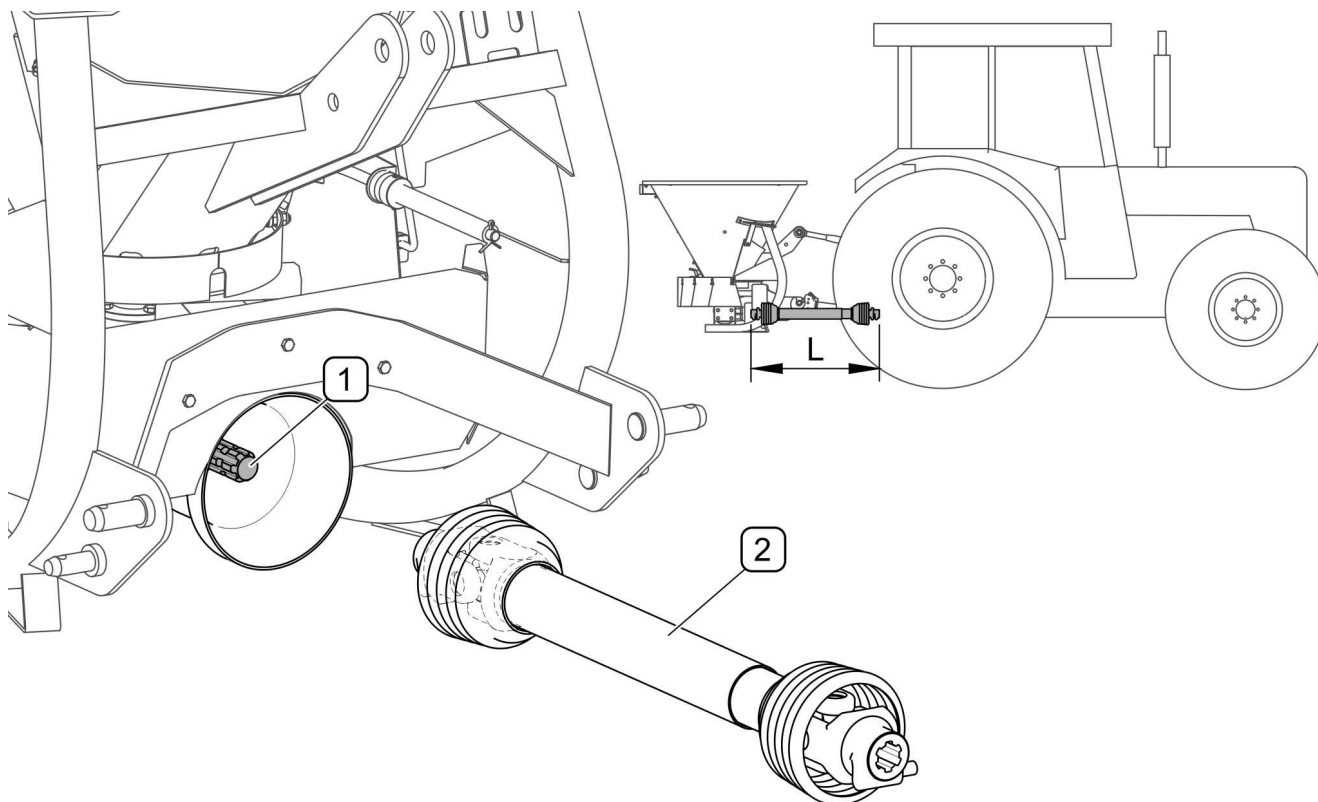

FIGURA 4.3 Conexión el árbol de transmisión telescópico articulado
Antes de conectar el eje de la toma de fuerza, es esencial leer las instrucciones suministradas por el fabricante del eje y seguir todas las recomendaciones contenidas en ellas. Antes de conectarlo al tractor, compruebe el estado técnico de las protecciones de los rodillos, la integridad y el estado de las cadenas de seguridad y el estado técnico general del rodillo. El cardán debe tener una longitud (L) que permita su conexión cuando la máquina está acoplada (FIGURA 4.3), es decir, no debe ser más largo que la distancia entre los extremos de los ejes de la TDF de la máquina y del tractor. Esta distancia es diferente para los distintos modelos de tractor y puede estar en el rango de $690 \div 765$ mm para la categoría I y $820 \div 900$ mm para enganche de tres puntos de categoría II.